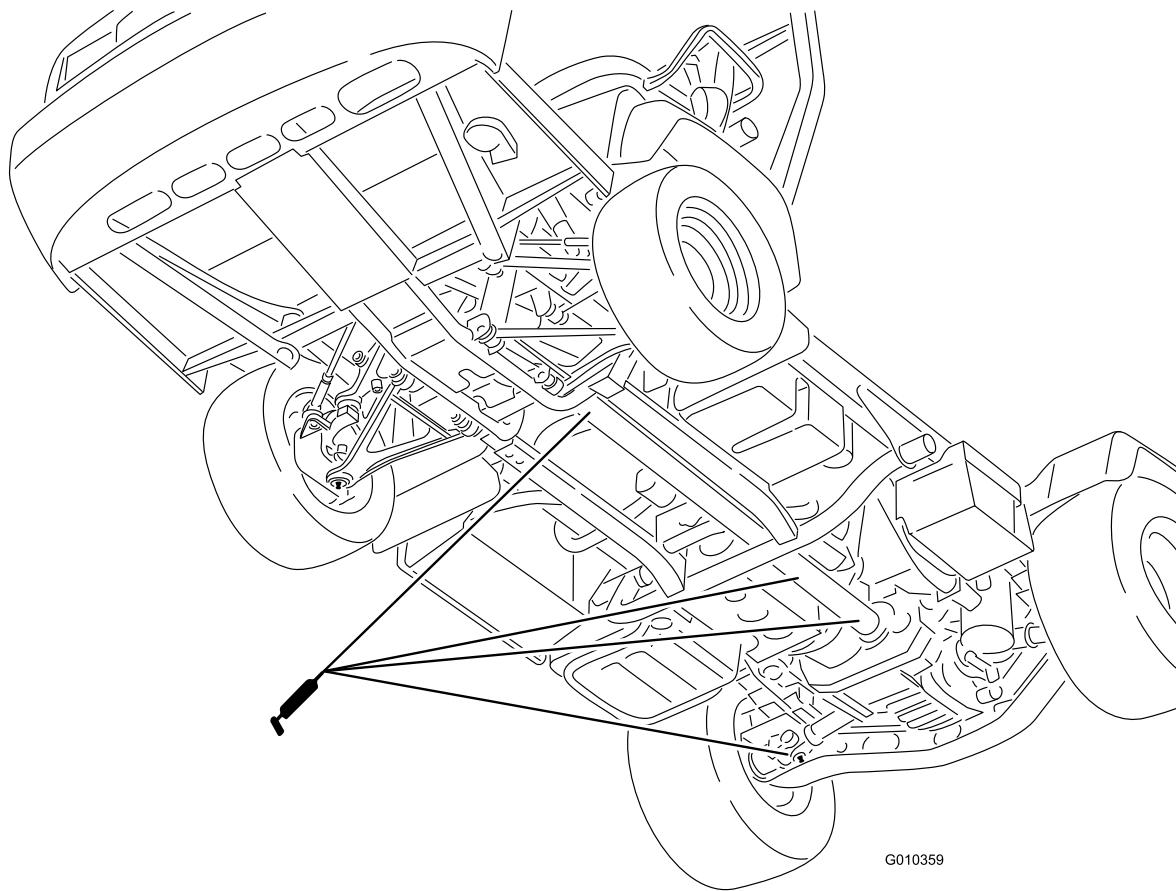

図 32
- ・ U ジョイント (18ヶ所); 図 32を参照
- ・ 4駆シャフト (3ヶ所); 図 32を参照